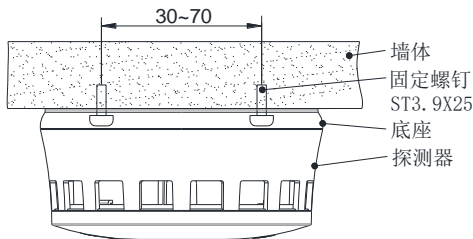

图 4 报警器螺丝安装示意图
- 采用螺丝安装时，首先将底座用螺钉紧固在顶棚，指示灯朝向易于观察的方位（如：门口）。使用螺钉安装时，紧固底座固定螺钉，应确保螺钉帽端不超出底座上螺钉孔两边的护栏，具体如图 4 所示；